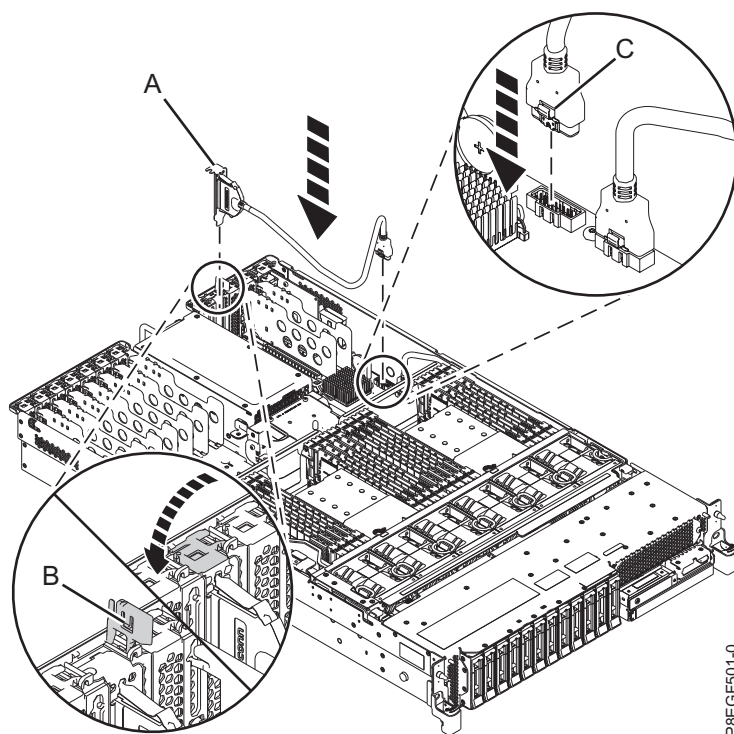

Figura 2. Substituir o cabo USB posterior
2. Insira a caixa do cabo USB posterior (A) na ranhura do adaptador PCI P1-C4 na parte posterior do sistema conforme demonstrado em Figura 2 na página 5.
3. Prima o trinco do adaptador (B) para baixo e encaminhe o cabo ao longo do lado direito do chassis.
4. Ligue a outra ponta do cabo USB posterior (C) no conector do painel posterior do sistema.